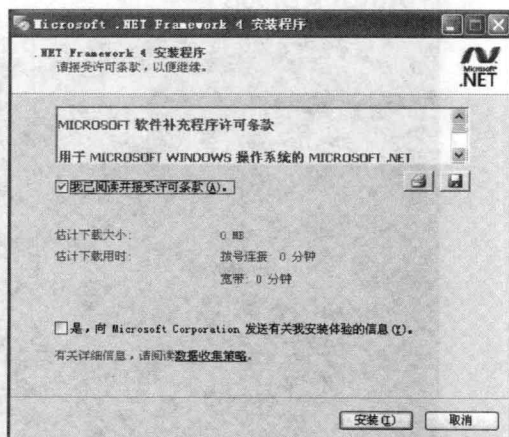

图 1-1-5 Microsoft .NET Framework4 安装界面
⑤ 单击“更新”按钮，弹出 Microsoft .NET Framework4 安装程序界面，单击“安装”，如图 1-1-5 所示。